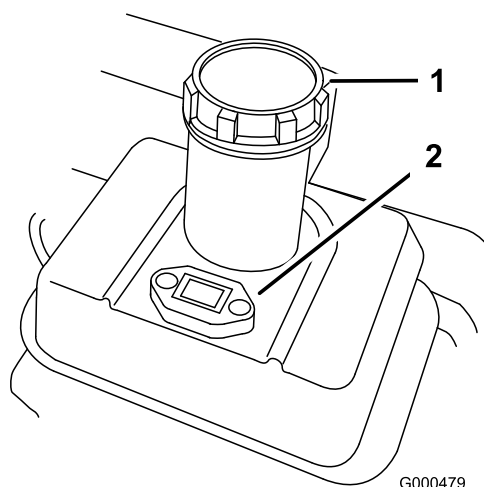

図 15
1. 燃料キャップ（図 15）の周囲をきれいに拭いてキャップ外す。無鉛ガソリンをフィルタ・スクリーンの下まで給油する。入れすぎないこと。